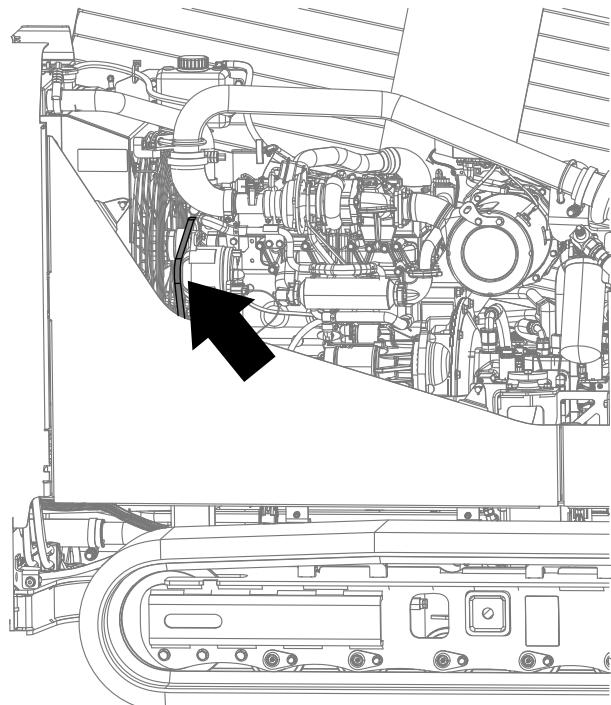

Рисунок 110
3. Осмотрите ремень на наличие порезов, трещин, ослабленных нитей корда, масла, перекручивания или признаков чрезмерного износа (Рисунок 110).
3. Установите проверочную линейку на приводной ремень и шкивы (Рисунок 110).
4. Нажмите на ремень вниз в точке, расположенной посередине между шкивом вентилятора и шкивом генератора, как показано на Рисунок 110.